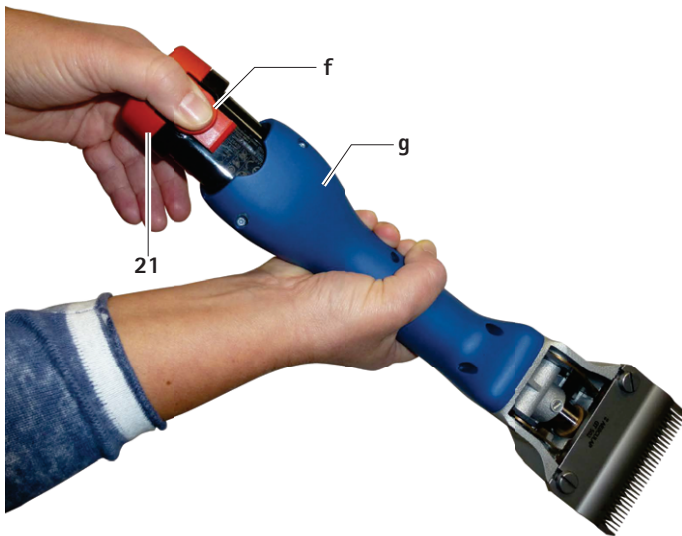

Abb. 1
- ▶ Akku-Schermaschine **g** mit dem Scherkopf nach unten halten, damit der Li-Ionen-Akku **21** beim Lösen nicht herunterfällt, siehe Abb. 1.